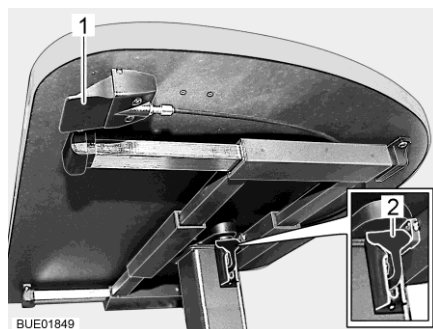

Bild 63 Lyftbord med frigöringsknapp
- Dra eller tryck låsarmen (Bild 63,2) nedåt.
- Tryck låsarmen (Bild 63,2) uppåt.
- Tryck på frigöringsknappen (Bild 63,1) och håll den intryckt. Bordsskivan åker själv upp till det övre ändläget.
- Släpp frigöringsknappen (Bild 63,1). Bordsskivan stannar i den valda positionen.
- Tryck på frigöringsknappen (Bild 63,1) och håll den intryckt.
- Släpp frigöringsknappen (Bild 63,1). Bordsskivan stannar i den understa positionen.